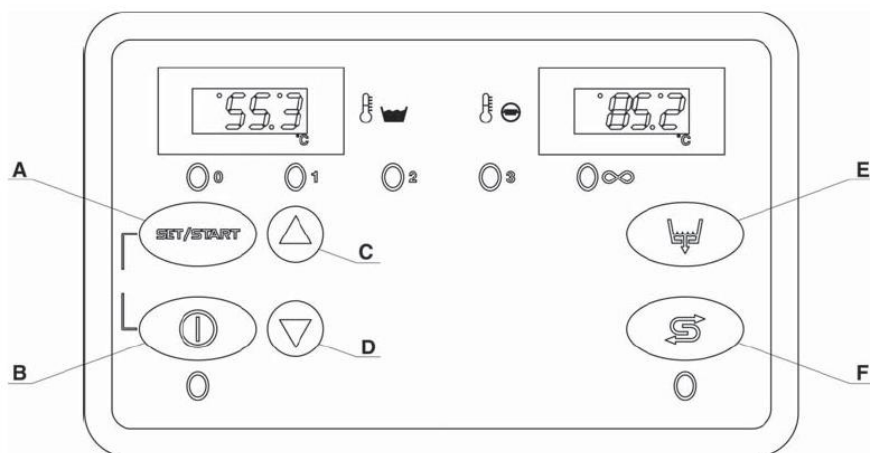

Рис. 7
- Откройте кран подачи воды, подключите напряжение с помощью общего выключателя и включите машину, нажав клавишу (B) (см. рис. 7). Загорится зелёный световой индикатор. Через несколько секунд запустится цикл наполнения ванны.
- Выберите цикл мойки (3, 6 или 9 минут) с помощью клавиш (C/D) (см. рис. 7). Зелёный световой индикатор загорится в соответствии выбранным циклом (1, 2, 3, ∞).
- Запустите цикл, нажав клавишу (A) (см. рис. 7). Индикатор выбранного цикла начнёт мигать. По окончании цикла индикатор перестанет мигать и на дисплее появится надпись END.
- Внимание: Машина сможет перейти к другому циклу только после того, как будет открыта дверь или 2 раза нажата клавиша (A) (см. рис. 7).
- С помощью клавиш C/D (см. рис. 7) выбрать цикл ∞. Нажать клавишу START (A). В левой части дисплея появится мигающая надпись TIN. Справа на дисплее отображается время. Выберите нужное значение с помощью клавиш C/D (от 100 до 720 секунд).
Цикл «Сливной насос» функционирует автоматически в автономном режиме. По окончании работы для полного слива воды из ванны выполните следующие действия: приведите машину в положение stand-by, нажав клавишу (B) (см. рис. 7) – загорится красный световой индикатор. Вытащите переливную трубку и нажмите клавишу (E); появится надпись «UNLOAD» и загорится индикатор кнопки слива. Когда слив закончится, надпись и индикатор погаснут.